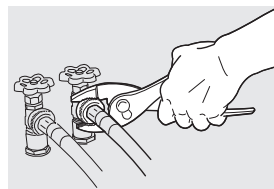

Fig. 6
6. Serrez à la main jusqu'à ce qu'ils soient bien serrés. Serrez ensuite chaque raccord d'alimentation de $\frac{3}{4}$ de tour à l'aide de pinces. Ne pas plier, tordre, ni pincer les tuyaux d'entrée d'eau. (Fig. 6).